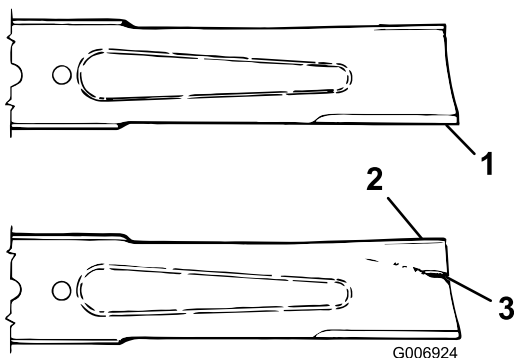

Figura 15
2. Examine cuidadosamente as extremidades da lâmina, prestando especial atenção à zona onde se encontram as partes curvas e planas da lâmina (Figura 15). Verifique o estado da lâmina antes da operação de corte, pois a areia e outros materiais abrasivos podem ter desgastado o metal que liga as partes curva e plana da lâmina. Se notar algum desgaste (Figura 15), substitua a lâmina; consulte "Remoção da lâmina de corte".
Se a lâmina continuar a sofrer este tipo de desgaste irá formar-se uma ranhura entre a aba e a parte plana da lâmina (Figura 15). Eventualmente, pode soltar-se algum pedaço da lâmina e projetar-se, ferindo-o a si ou a qualquer pessoa próxima.